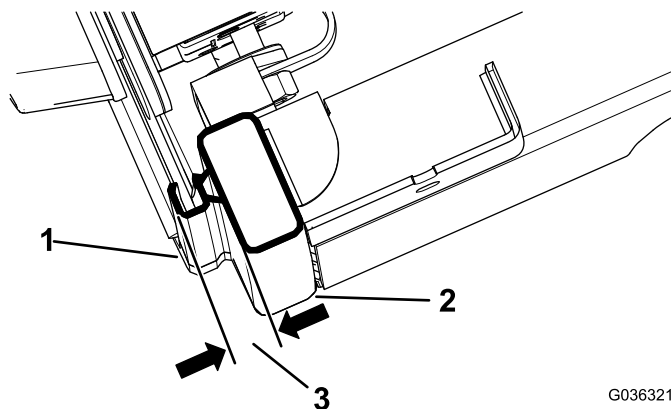

図 5
3. ドアを完全に閉めて、バブルシートからキャブレールのシール面までの高さを測り、この高さが 図 5 のように 1.92.2cm になっていることを確認する。